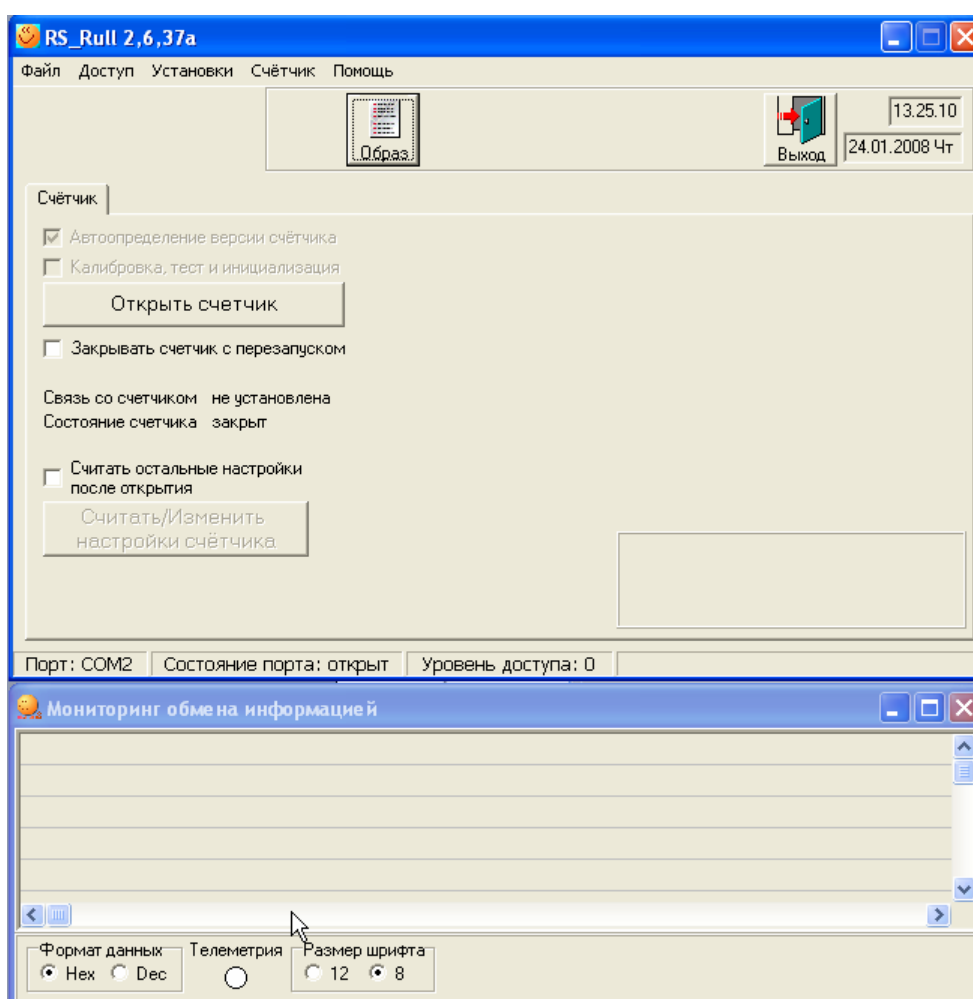

Рис.1
- 3.2.1.1 При отсутствии доступа открывается окно см. Рис.1. Завод изготовитель открывает пароли доступа в соответствии с подтвержденными полномочиями пользователя программы.
Окно «Мониторинг обмена информацией» (см. Рис.1) в практической работе не используется и может быть закрыто.